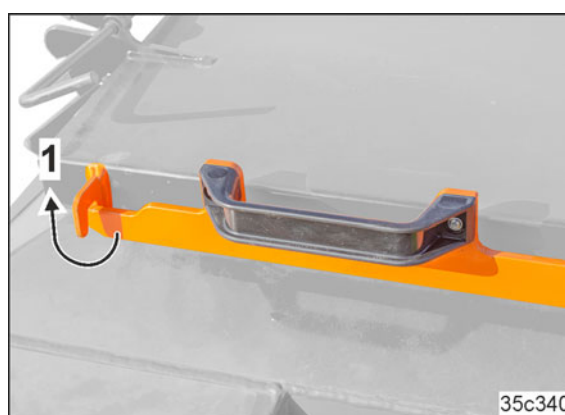

Fig. 253
2. Deblocați maneta (Fig. 253/1)